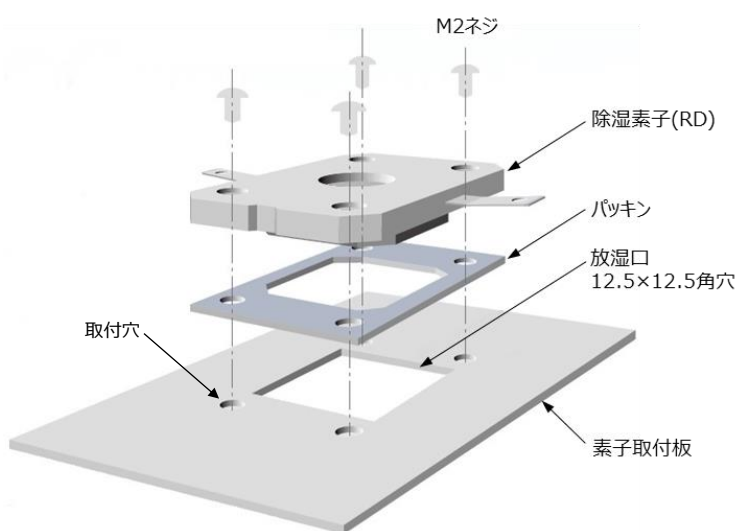
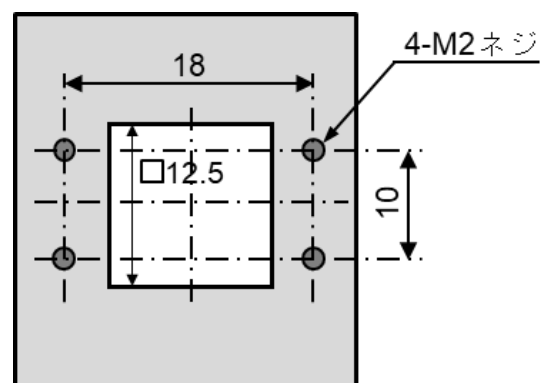

図1. 取付イメージ
図2. 放湿口・取付穴加工寸法
取付面に取付穴を開けてご使用下さい。詳細は下記図1.～図2.を参照下さい。
- * 5 容器の取付部に取付穴を開けて下さい。（図2. 取付穴加工寸法を参照）